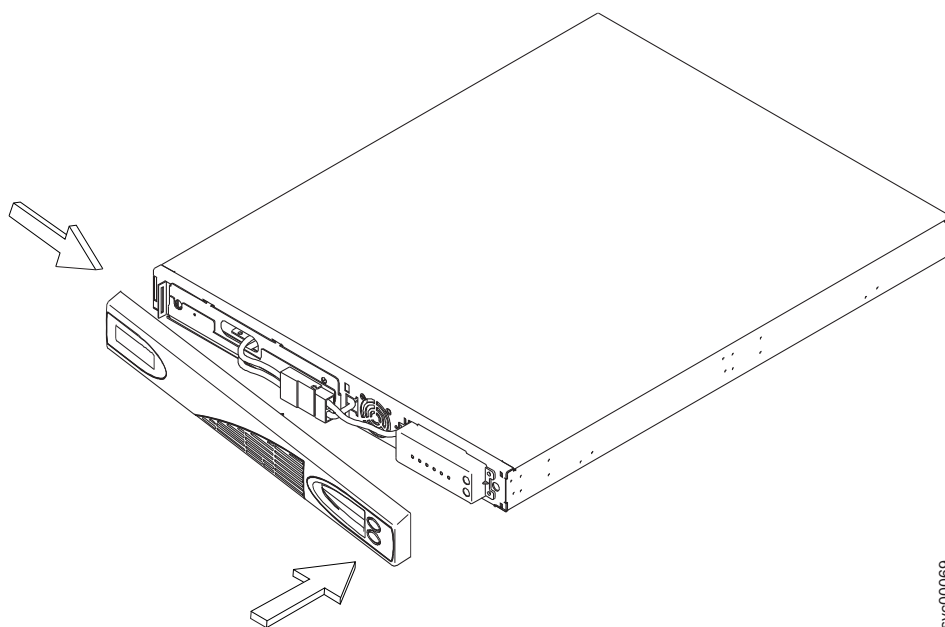

図 336. 2145 UPS-1U のフロント・パネルの交換
3. 363 ページの図 336 に示すように、内部バッテリー・コネクターを接続します。ガイド・キー付きのコネクターのそれぞれの端部には 2 本のワイヤーがあります。1 本は赤 (+) でもう 1 本は黒 (-) です。黒色ワイヤーと赤色ワイヤーを結合します。
4. フロント・パネルを、パネル左側に引っ掛かるまで右方に押しします。図 336 に示すように、フロント・パネルを、パネルがカチッと音が鳴って2145 UPS-1U の右と、真中のセクションに収まるまで前方に押しします。